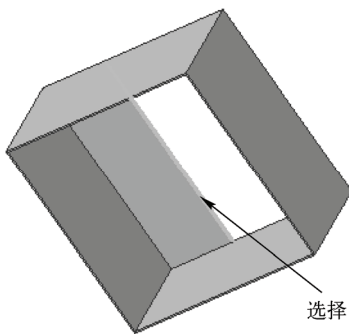

图 13-37 选择合适的边线
STEP 02 在绘图区中选择合适的边线，如图 13-37 所示。